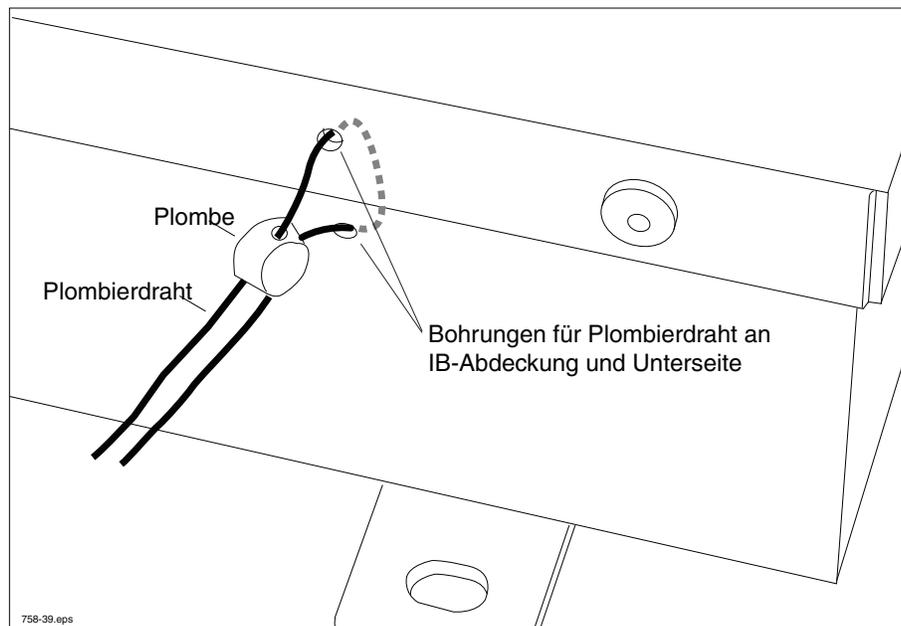

Abbildung 45. Verplombung der IB
Die Abdeckung der Interconnect Box (IB) ist mit 4 Torx-Schrauben und einem Draht mit einer Plombe des Eichamts am IB-Gehäuse gesichert. Die Löcher für den Plombierdraht befinden sich sowohl am Kasten als auch an der Abdeckung (siehe Abbildung 45). Beim Entfernen der Abdeckung wird die Plombe zerstört.